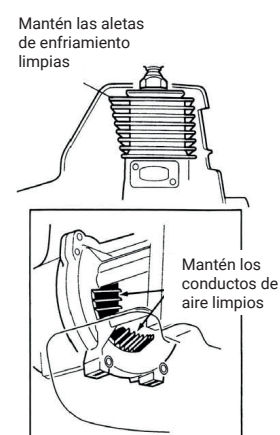

Figura 17
- Retire toda la suciedad y los residuos del motor, verifique si las aletas de enfriamiento y el filtro de aire están obstruidos y límpielos según sea necesario. Ver Figura 17.